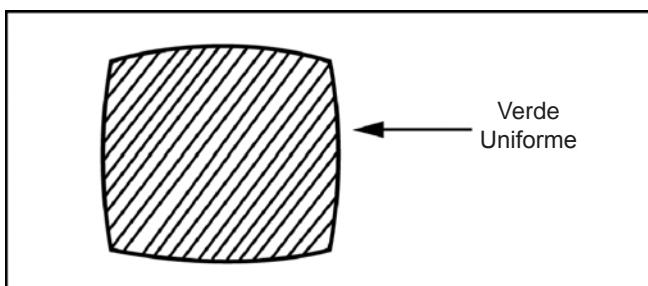

Fig.6
- Lentamente empurre a bobina deflectora e fixe-a onde um campo verde uniforme for obtido (Fig. 6).